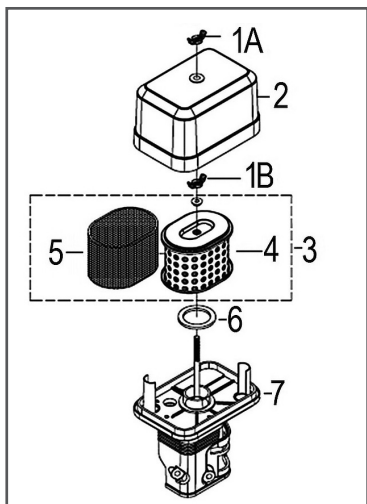

Рис. 20 Обслуживание воздушного фильтра
1. Открутите барашковую гайку 1А и снимите крышку 2 воздушного фильтра (Рис. 20).
2. Открутите барашковую гайку 1В и извлеките из корпуса воздушный фильтр 3 в сборе (Рис. 20).
3. Проверьте целостность и чистоту фильтрующих элементов. Поролоновый (предварительный) фильтрующий элемент 5 установлен на корпусе бумажного фильтрующего элемента 4 (Рис. 20).
4. При незначительном загрязнении промойте поролоновый фильтрующий элемент 5 (Рис. 20) теплым мыльным раствором и просушите. Поврежденный или сильно загрязненный поролоновый фильтрующий элемент замените.
5. Произведите очистку крышки 2 и корпуса 7 воздушного фильтра (Рис. 20), не допуская попадания пыли и грязи в воздуховод, ведущий к карбюратору.
7. Перед установкой воздушного фильтра убедитесь, что уплотнительное кольцо 6 воздушного фильтра находится на месте и не имеет повреждений (Рис. 20).